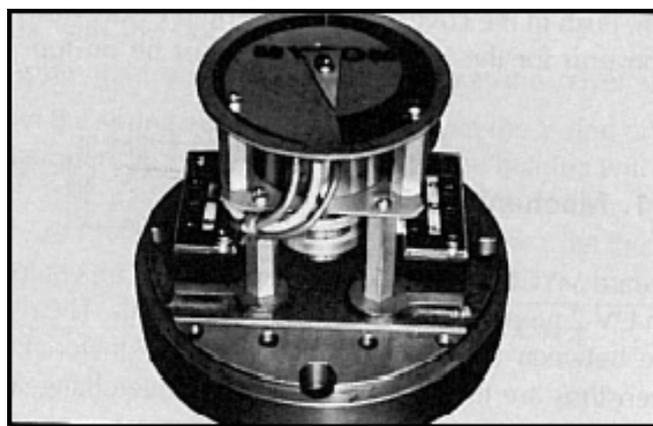

Fig. 143 Indicateur de décharge pour 125 LUD
- (1) 125 LU                    Type 121-600-00            (Fig. 143)